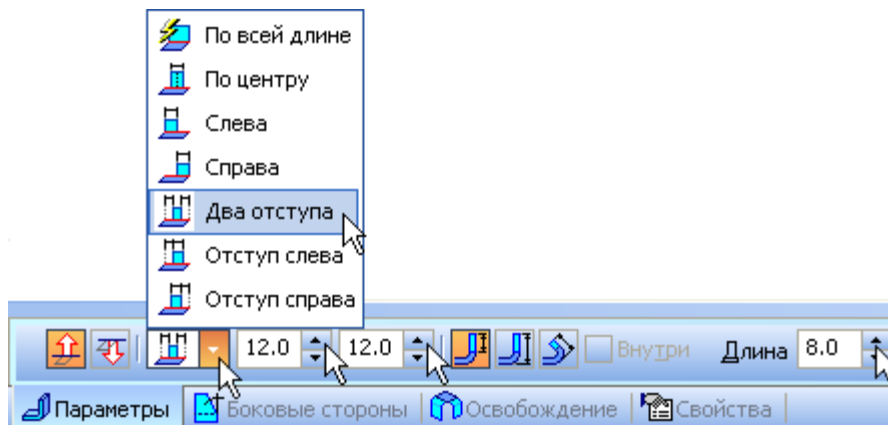

Рисунок 39.
- В поля Отступ слева и Отступ справа введите значение 12 мм. В поле Длина введите значение 8 мм (рис. 39).